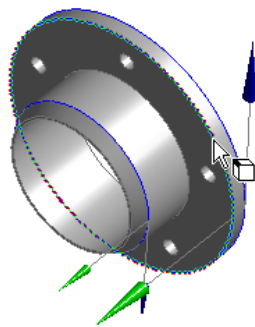

图 2-71 选中生成面体的边
**步骤 02** 单击鼠标选择如图 2-71 所示的边, 在参数设置列表中单击 **Apply** 按钮, 此时选中的面呈绿色显示。